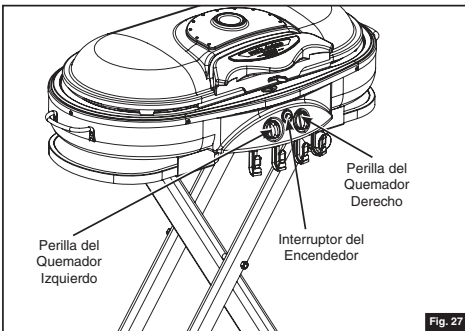

Fig. 27
- Presione y gire la válvula del quemador a ENCENDIDO/ALTO ("HIGH/LIGHT") luego presione repetidamente el botón del encendedor hasta que el quemador se encienda. (Fig. 27 y 28)